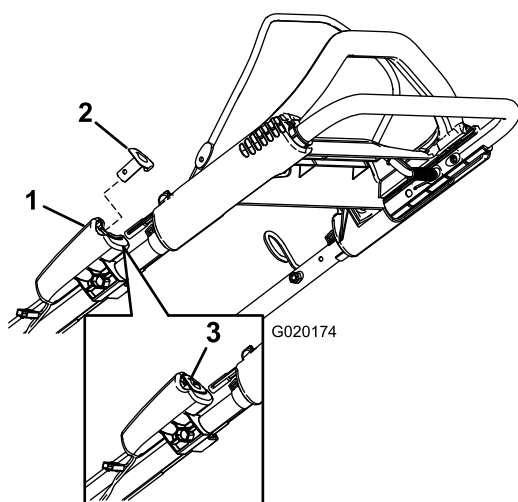
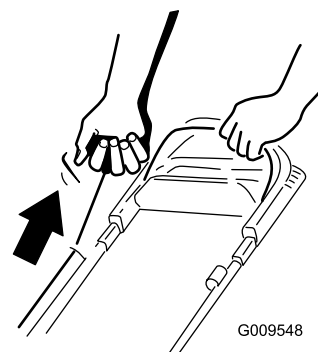

Figure 17
Figure 18
2. Appuyez sur le bouton de démarrage électrique (Figure 17) ou tirez légèrement la poignée du lanceur (Figure 18) jusqu'à ce que vous sentiez une résistance, puis tirez vigoureusement et laissez le lanceur se rétracter lentement jusqu'au guide-câble sur le guidon.